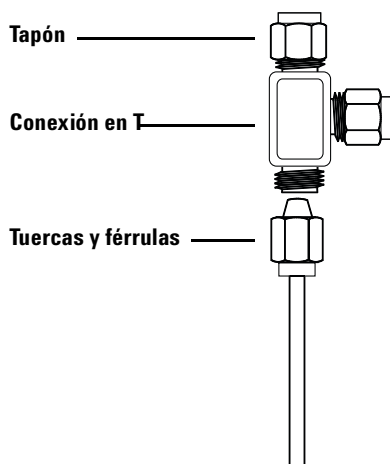

Figura 13 Unión en T Swagelok
- 1 Corte la tubería por el lugar donde desea colocar la unión en T Conecte la tubería y la unión en T con una conexión Swagelok. Consulte Figura 13.